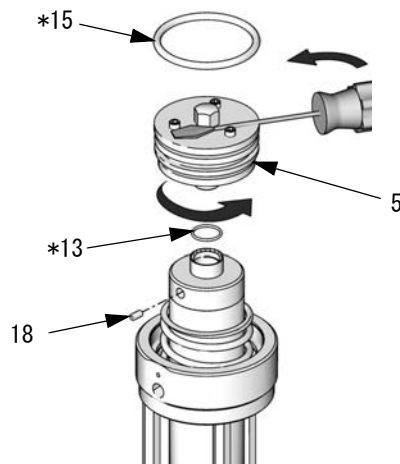

図 11: シリーズ A エアバルブ
2. シリーズ A エアモーターのみ：止めネジ (18) を緩めてエアバルブ (5) を外します。回すのに助けが必要な場合、ドライバーの刃をネジの頭部とエアバルブの六角形キャップ (5) の間に割り込ませます。アイテム 5、13、15、および 18 を破棄します。図 11 を参照のこと。